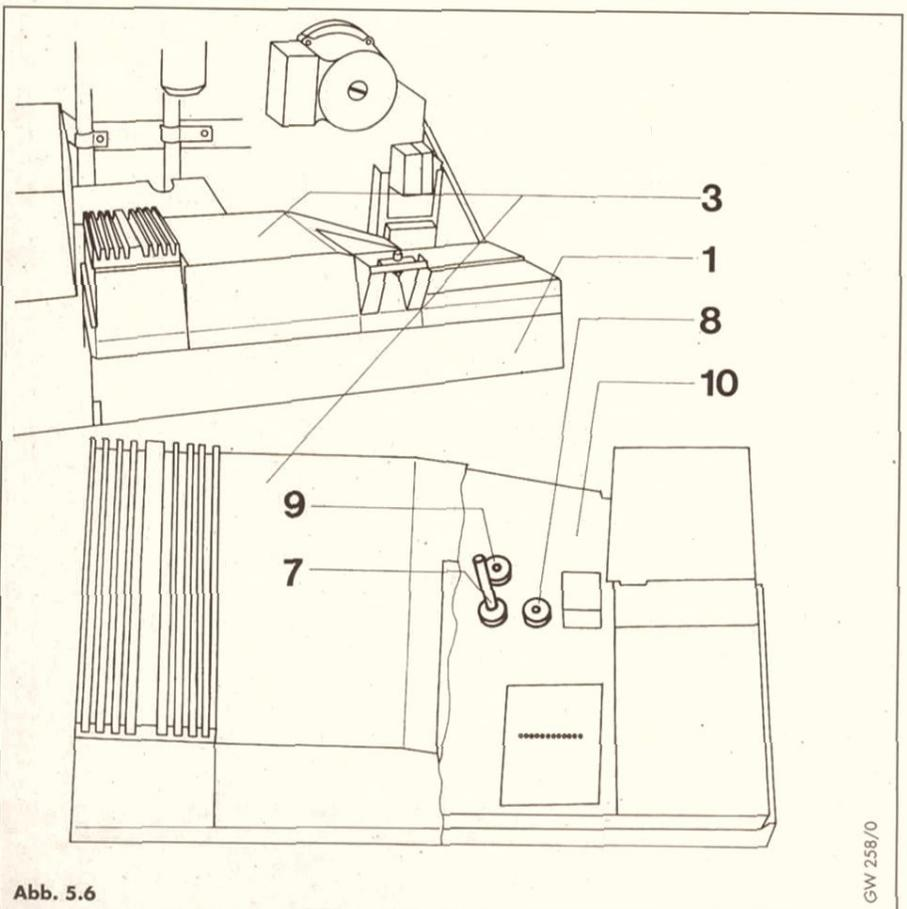

Abb. 5.6
Je nach Position des Potentiometers\* (8, Abb. 5.6, Seite 11) für die Heizungspumpe (I, II, III oder S) sind folgende Betriebsarten möglich (siehe Tabelle 5.2).
- Den linken Taster (2) betätigen bis im Display d1 erscheint.
- Anschließend den rechten Taster (3) betätigen, um die Anzeige der Betriebsart zu aktivieren.
- Durch Drehen am Potentiometer (8, Abb. 5.6) kann die gewünschte Betriebsart eingestellt werden.
**Legende zu Abb. 5.6**
Eine Änderung der Einstellung der Maximalzeit – aufgrund der Verhältnisse der Heizungsanlage – kann nach Abnahme des Schaltkasten- deckels am nun zugänglichen Potentiometer (9, Abb. 5.6) vorgenommen werden. Die Werte sind am Diagnosepunkt d2 ablesbar (Aktivieren des Diagnosemodus siehe linke Spalte).